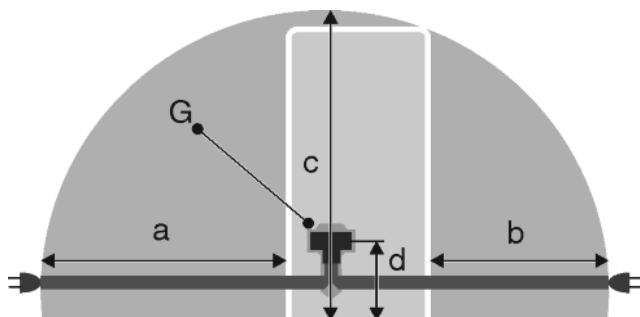

Fig. 21
- Розетка знаходиться за межами зони задньої стінки пристрою у заданому діапазоні Fig. 21 (a, b, c).
- ▶ Штекер пристрою Fig. 21 (G) вставити на задній стінці пристрою. Слід звернути увагу на належну фіксацію.